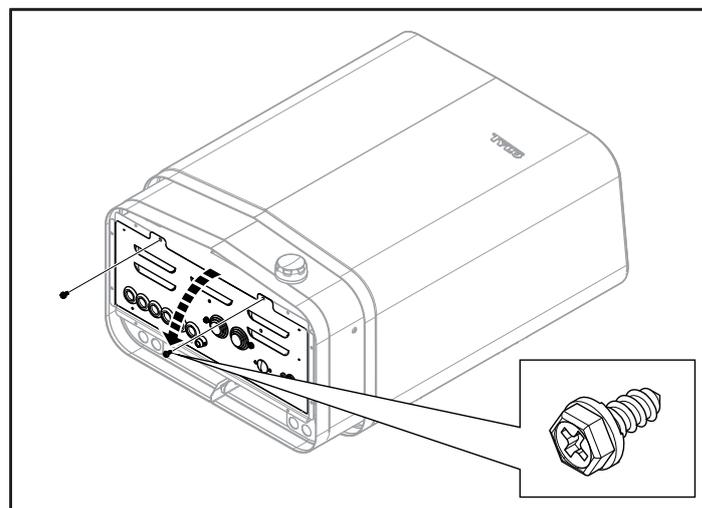

Рисунок 8: Открытие/закрытие крышки
2. Открутите винты и откройте крышку (см. Рисунок 8).
7. Закройте крышку и затяните винты (см. Рисунок 8).